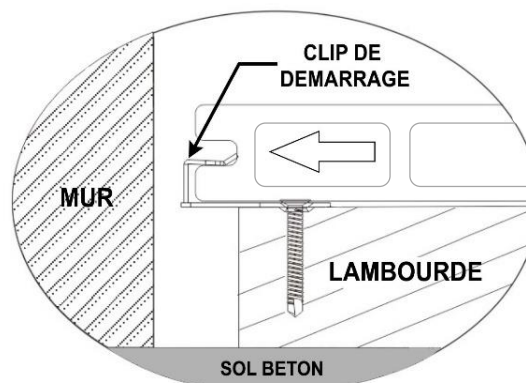

Figure 6
2. Commencer par pré-percer un trou dans la lambourde, puis viser le clip comme indiqué sur le schéma Figure 6.